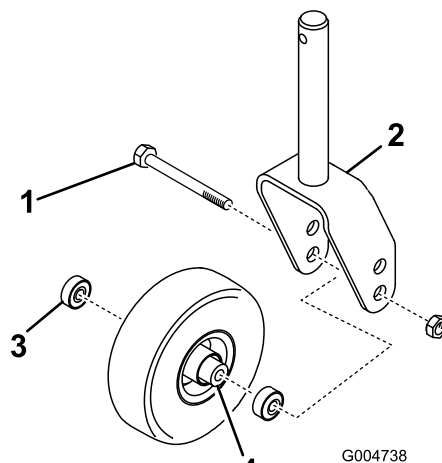

図 28
1. キャスタホイール・アセンブリをキャスタフォークの間に保持しているボルトのロックナット【図 28】を外す。キャスタホイールをつかんでおいて、ボルトをフォークまたはピボットアームから抜き取る。
2. ホイールのハブからベアリングを外して、ベアリングスペーサを床に落とす【図 28】。ホイールハブの反対側にあるベアリングを取る。